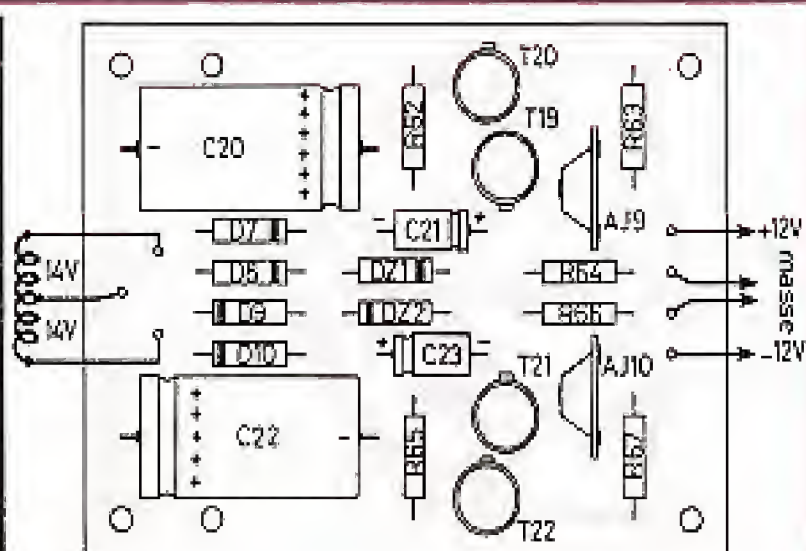

Fig. 19
- figure 19 : alimentation, côté « composants ».